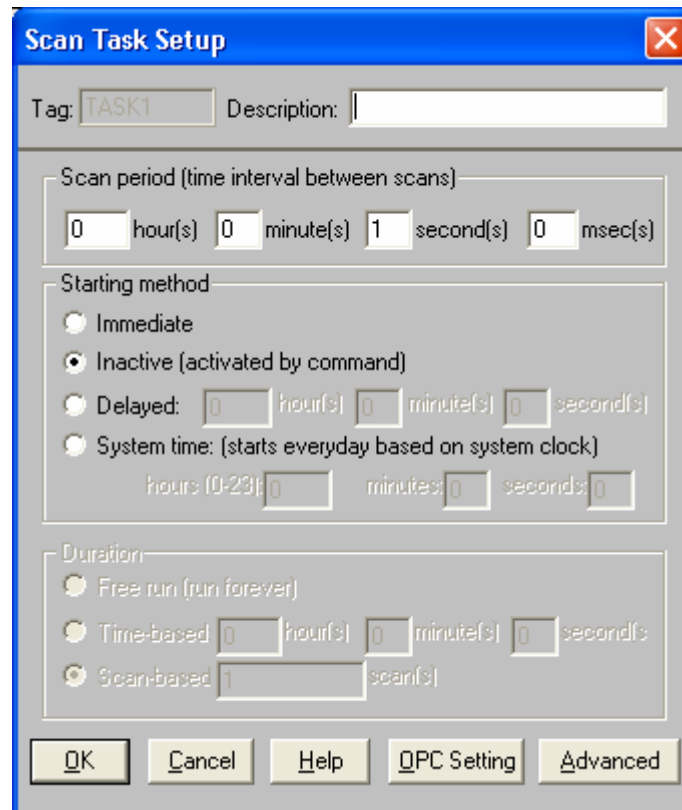

Рис. 4.126. Задание временных параметров запуска задачи
4. *Четвертое действие.* Задайте временные параметры запуска задачи **TASK1** таким образом, чтобы ее запуск осуществлялся под управлением основного сценария. Для этого выполните команду **Setup | Task Properties...** и настройте параметры запуска задачи в соответствии с рис. 4.126. При этом будет задан пассивный запуск задачи по команде из основного сценария.